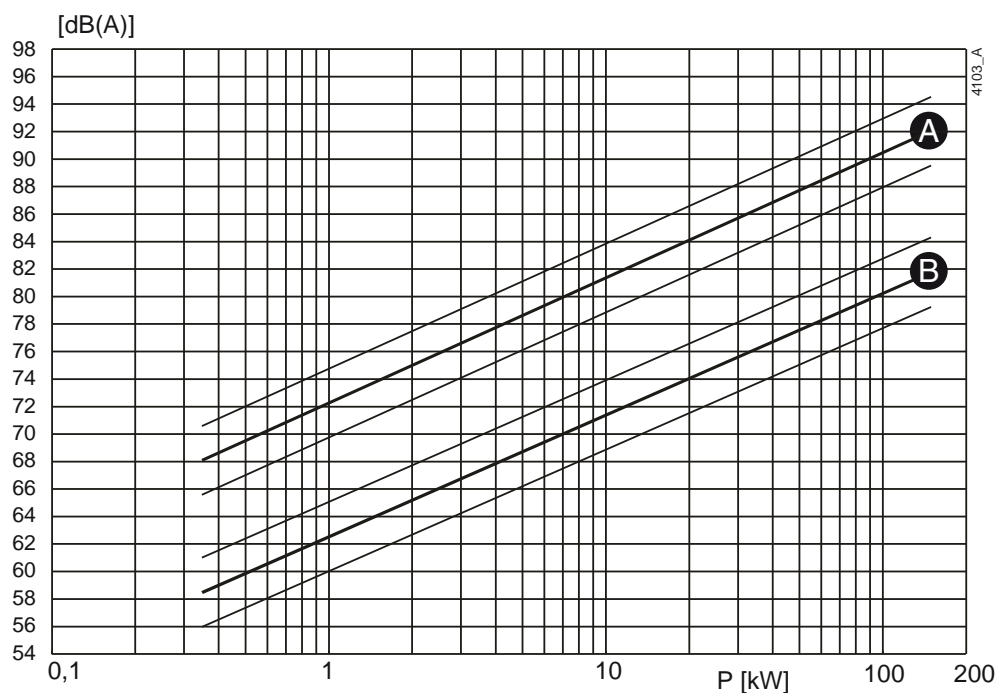
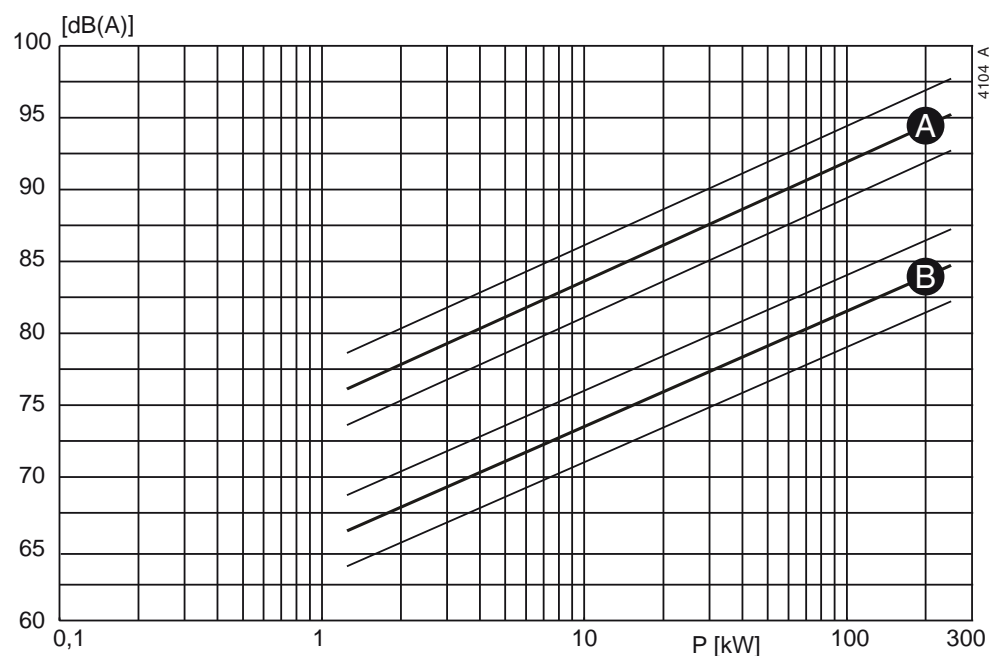

Figure 20: Niveau sonore en fonction de la puissance de la pompe [kW] à 1450 min^{-1} (A= énergie sonore, B= pression sonore).
Figure 21: Niveau sonore en fonction de la puissance de la pompe [kW] à 2900 min^{-1} (A= énergie sonore, B= pression sonore).
- 1 Déterminez le niveau sonore (L_1) de la pompe, voir Figure 20 ou Figure 21.